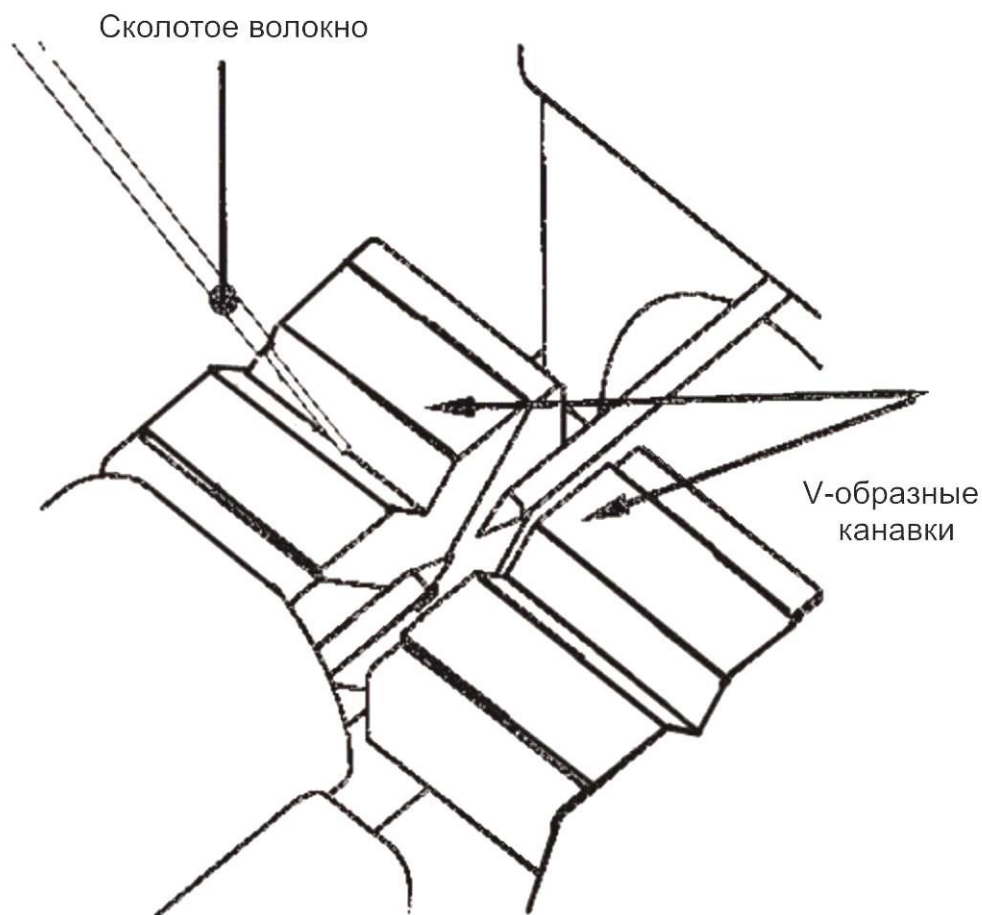

Рис. 4-2.
- 3) Если загрязнение из канавки не удастся удалить с помощью тонкого тампона, используйте конец сколотого волокна, как показано на рис. 4-2. Затем повторите шаг (2).